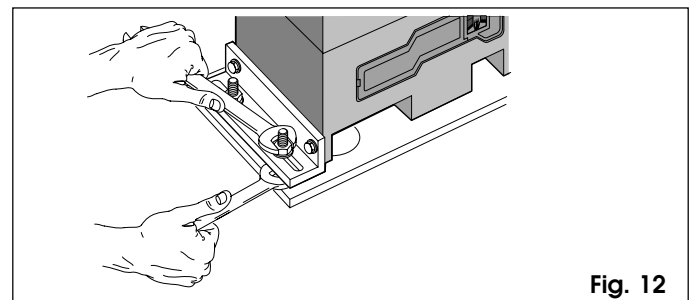

Fig. 12
- 5) Fijen el motorreductor sobre la placa de cimentación apretando las tuercas como muestra la Fig.12.